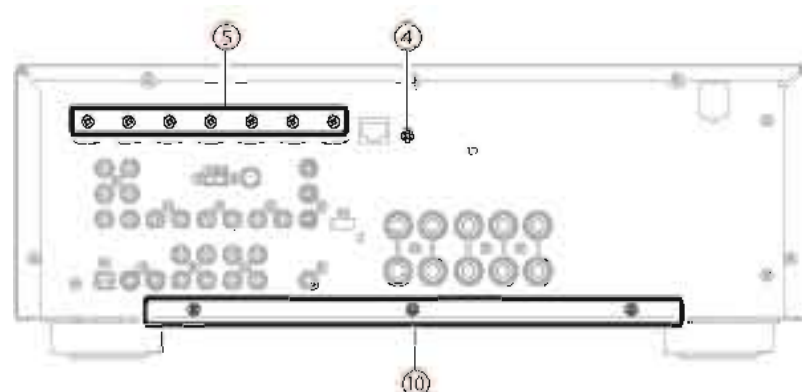

Fig. 3
- a. Remove 1 screw (④) and 7 screws (⑤). (Fig. 3)
- a. ④のネジ1本、⑤のネジ7本を外します。(Fig. 3)
- b. Remove 3 screws (⑩). (Fig. 3)
- b. ⑩のネジ3本を外します。(Fig. 3)